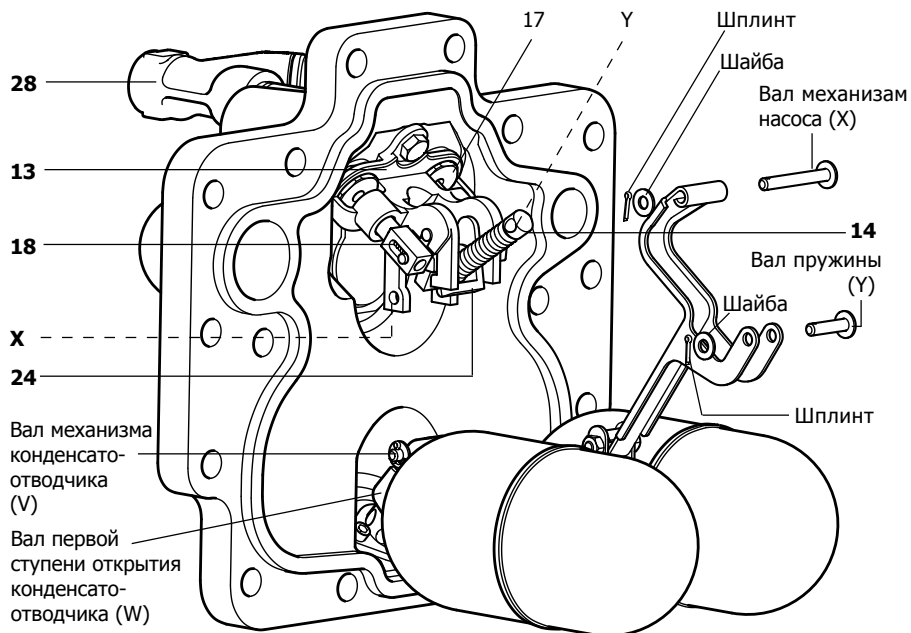

Рис. 24 (показан АРТ14)
3. Снимите шплинт и шайбу с вала пружины (**Y**) (см. рис. 24).